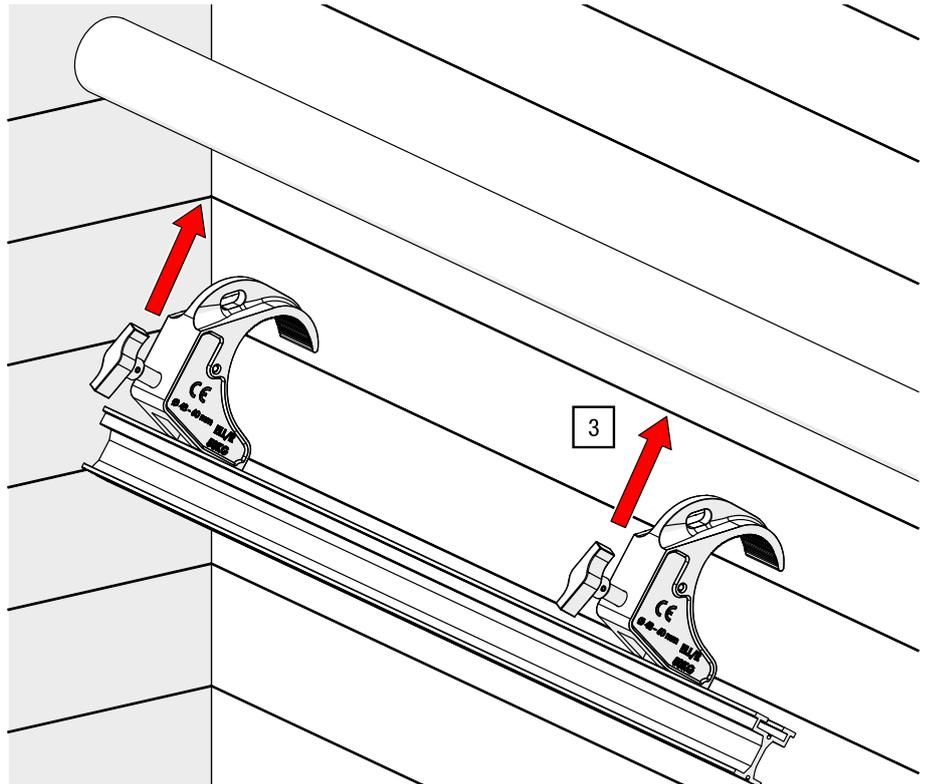

Abb. 59: G-CLAMP direkt – Auf dem Rohr positionieren
3. Drehen Sie den Rohrhaken G-CLAMP mithilfe der Flügelschraube auf, bis er über das Rohr des bauseitigen Tragwerks passt und positionieren Sie diese am bauseitigen Tragwerk (siehe Abb. 59).